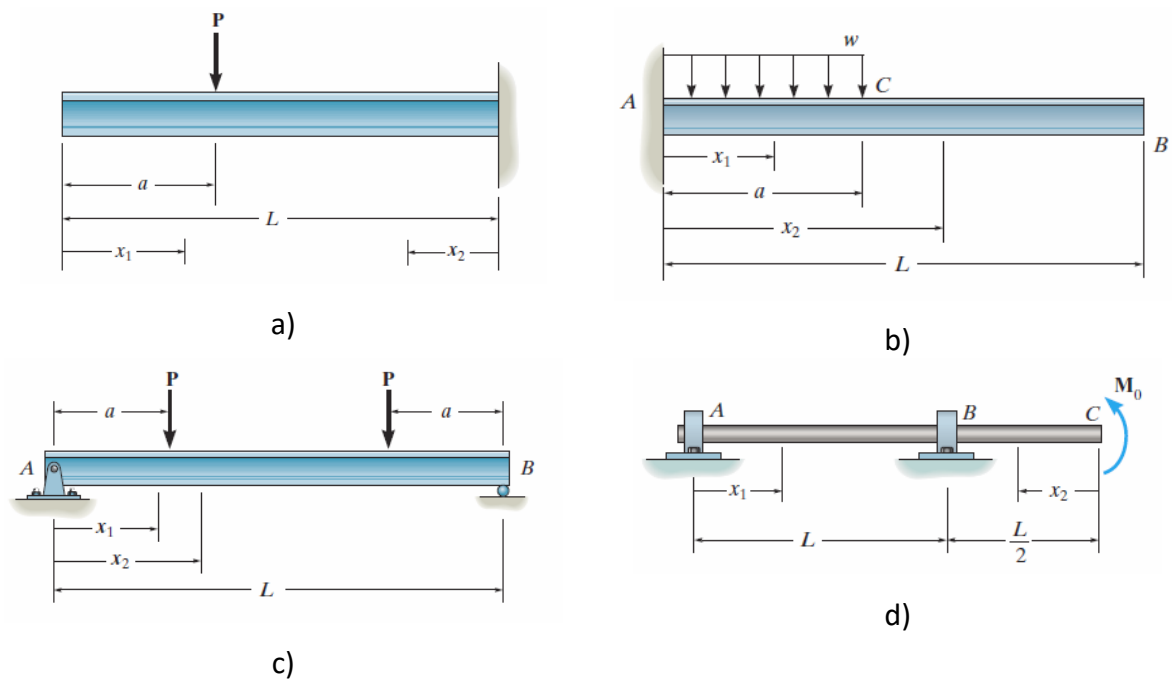

Figura 4.26
4.9.2 Determine o deslocamento vertical dos pontos de coordenada x_1 e x_2 das 4 vigas da Figura 4.26. Dados: $L=2\text{m}$, $a=50\text{cm}$, $x_1=30\text{cm}$, $x_2=80\text{cm}$, $E=210\text{GPa}$, $I_z=70 \times 10^6 \text{ mm}^4$, $P=20\text{kN}$, $w=10\text{kN/m}$ e $M_0=5\text{kNm}$.